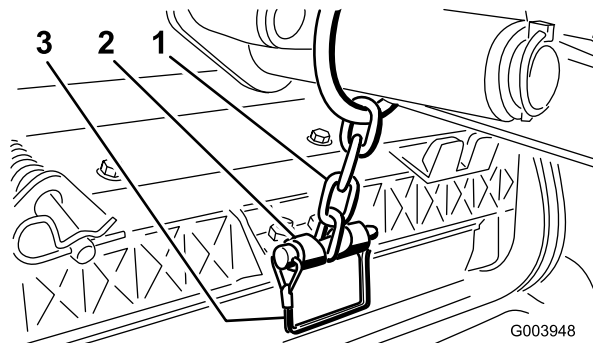

Figura 9
11. Fissate la catena del braccio di sollevamento alla staffa della catena, usando il perno di ritenuta (Figura 9).